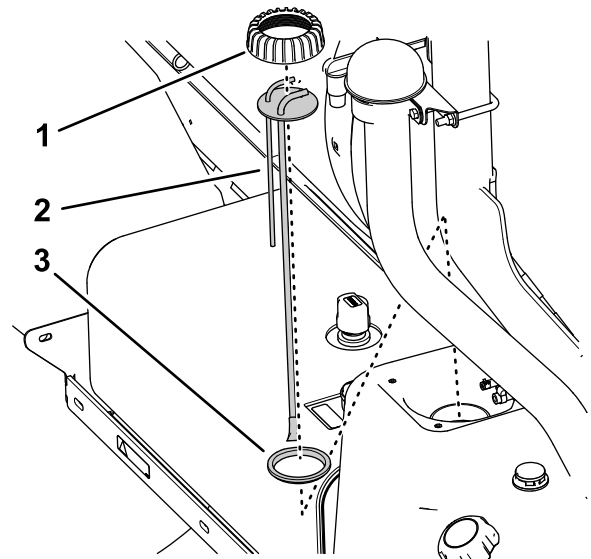

Figure 77
5. Tournez le bouchon du tuyau vertical dans le sens antihoraire pour le retirer (Figure 77).
6. Soulevez et déposez le tuyau vertical/transmetteur de carburant du réservoir de carburant (Figure 77).
1. Placez le bouchon sur le tuyau vertical et le tuyau vertical sur le joint (Figure 77).
2. Alignez le bouchon, le tuyau vertical et le joint, et insérez l'ensemble avec précaution dans le réservoir de carburant (Figure 77).
3. Vissez le bouchon sur le goulot du réservoir de carburant et serrez-le à la main (Figure 77).